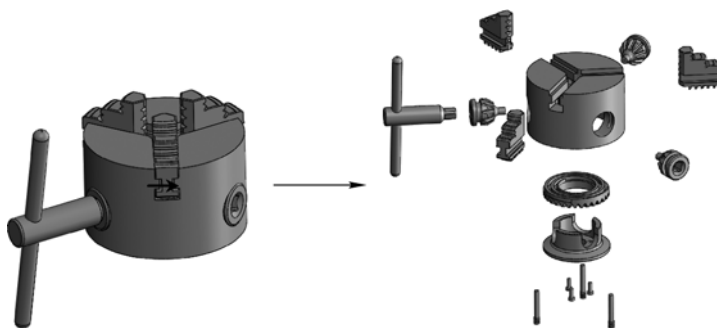

图 5-10 打开素材并创建爆炸视图
STEP 1 打开本书提供的素材文件“卡盘装配.SLDASM”。首先单击“装配”工具栏中的“爆炸视图”按钮, 通过数次选择移动的方式创建自定义卡盘的爆炸视图, 如图 5-10 所示。创建过程中注意零件尽量不要穿越, 并尽量直线移动。